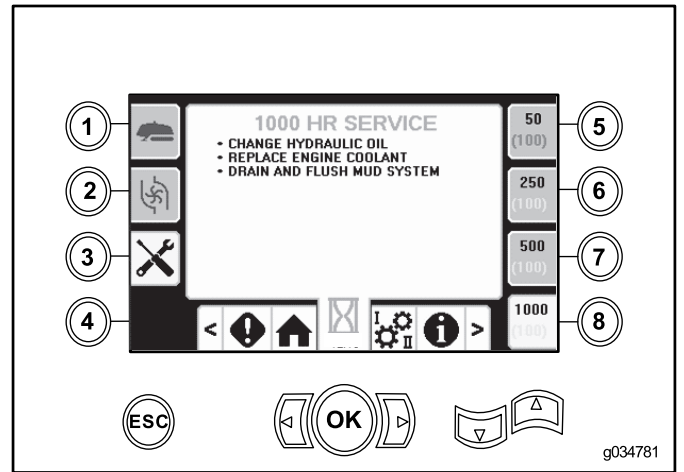

Bild 9
- Taste 8: Wartungsplan mit 1.000 Stunden (Bild 9)